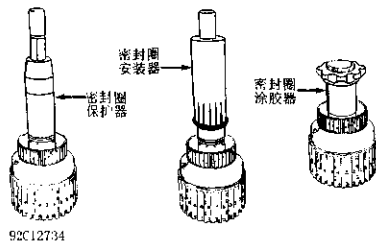

图 2-21 安装和定形密封圈
① 从输入轴上拆下润滑脂密封圈。检查密封圈槽是否有凹痕或毛刺。润滑每个密封圈，并每次将一个密封圈放在密封圈保护器（J-34741-1）上（图2-21）。
② 当保护器到位时快速将密封圈滑入环槽中。使用密封圈打入工具（J-34741-2）将密封圈推到密封圈保护器上。使用密封圈定形器（J-34741-3）对密封圈定形。慢慢转动每个密封圈上面的密封圈定形器。不要动定形器，直到进行安装时为止。